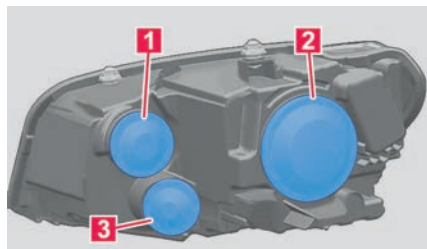

Abb. 161 Im Frontraum: Abdeckungen an der Rückseite des Frontscheinwerfers.
1. Für den notwendigen Glühlampenwechsel die Abdeckung im Frontscheinwerfer abnehmen → **Abb. 161**.